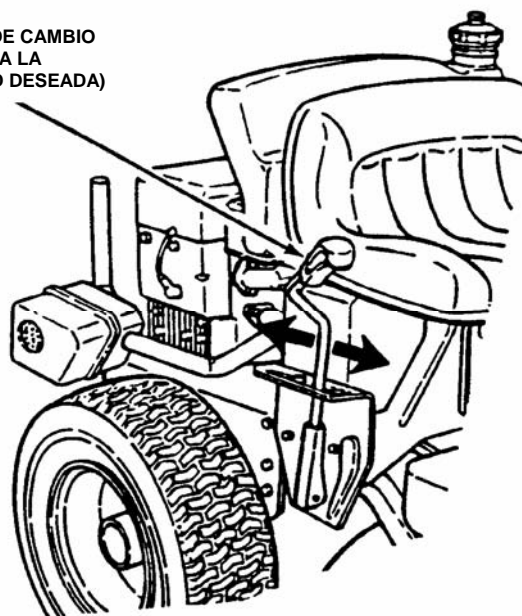

FIGURA 2.12
3. Ponga la palanca de cambio en la muesca para la 1ª velocidad. Vea la figura 2.12.